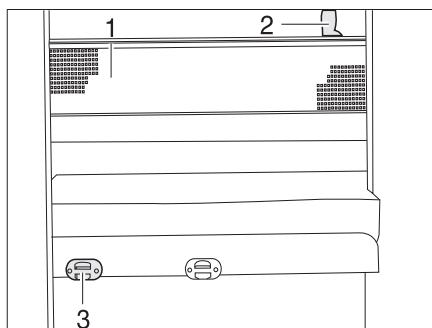

Fig. 177 Rete protettiva
- Agganciare la scaletta di accesso con i longheroni nell'apposito supporto (Fig. 177,3) al diaframma.
La rete protettiva (Fig. 177,1) è stivata sui modelli di serie tra il materasso e il telaio portamaterasso. Fissare la rete protettiva soltanto dopo che la persona si è già stesa nel letto.
- Fare innestrare i nastri di sostegno (Fig. 177,2) nei supporti sul soffitto.